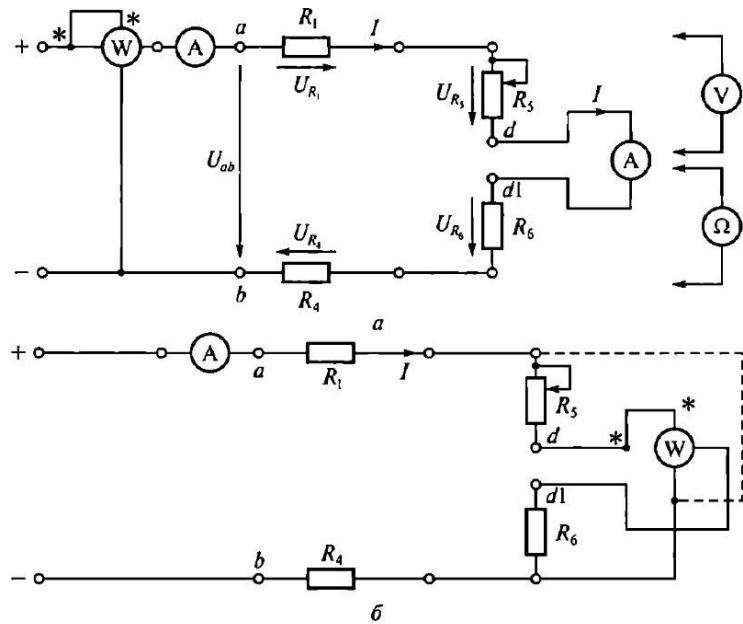

Рис. 2.1. Схемы ЭЦ постоянного тока для проверки:
3.2. Записать в протоколе испытаний применительно к ЭЦ, показанной на рис. 2.1, выражения для закона Ома, 2-го правила Кирхгофа и баланса мощностей.
3.5. Собрать ЭЦ в соответствии с рис. 2.1, а, установив вместо перемычки d — dl миллиамперметр постоянного тока. После проверки схемы преподавателем подать в ЭЦ постоянное напряжение U_{ab} . Установить любое значение U_{ab} в пределах 10 ... 20 В и занести это значение в табл. 2.1.
3.8. Не изменяя сопротивления резистора R5 и напряжения питания Ua6, измерить с помощью ваттметра мощность, потребляемую каждым элементом ЭЦ и всей цепью (Раь). Для этого токовую катушку ваттметра включать последовательно с исследуемой ветвью, в катушку напряжения — параллельно ветви (см. рис. 2.1, б). Результаты занести в табл. 2.1.
5.2. Записать в протоколе испытаний применительно к ЭЦ, показанной на рис. 2.1, выражения для закона Ома, 2-го правила Кирхгофа и баланса мощностей.
5.3. В табл. 2.4 даны значения сопротивлений ЭЦ, приведенной на рис. 2.1. Напряжение питания U_{ab} задается преподавателем.